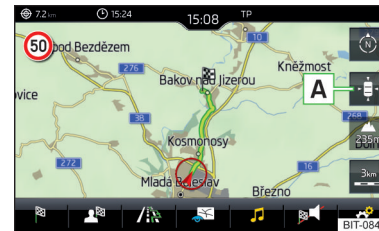

Abb. 222
► Zur **Kartenzentrierung** die Funktionsfläche **⊕** **A** » Abb. 222 antippen.